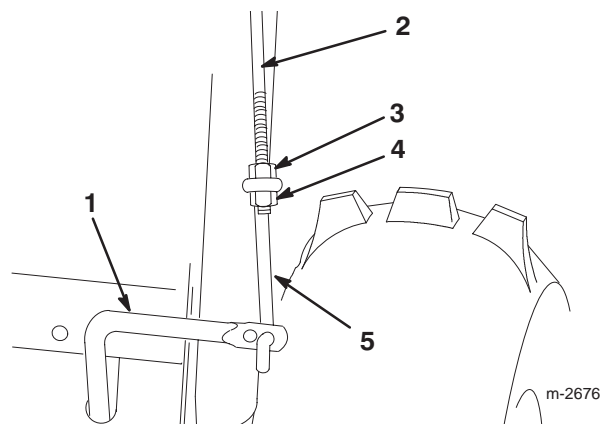

Figure 12
1. Vissez un écrou à embase (embase vers le bas) sur la tige de commande supérieure située sur le côté droit de l'ensemble mancheron (Fig. 12).
2. Passez la tringle inférieure dans le trou extérieur de la tige de commande inférieure (Fig.12).
3. Insérez la tige de commande supérieure dans la boucle de la tringle inférieure (Fig. 12).
4. Vissez un contre-écrou à embase (embase vers le haut) sur le bas de la tige de commande supérieure, sous la boucle de la tringle inférieure (Fig. 12).
7. Corrigez la position de l'écrou à embase et du contre-écrou à embase (Figure 12) le cas échéant, pour obtenir le bon écartement entre le haut de la poignée et le bas de la manette de commande de traction.